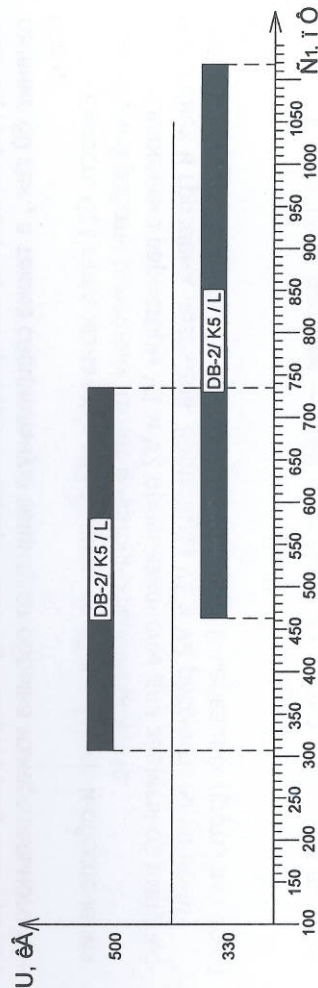

Рисунок 2. Параметры высоковольтного ввода, соответствующие характеристикам датчика (устройства присоединения) DB-2/K5/L
14. Надеть на заземляющий контакт (поз.15) на корпусе датчика клемму шины заземления в последовательности согласно рис.2 (вид I). Затянуть гайку ключом на «8».